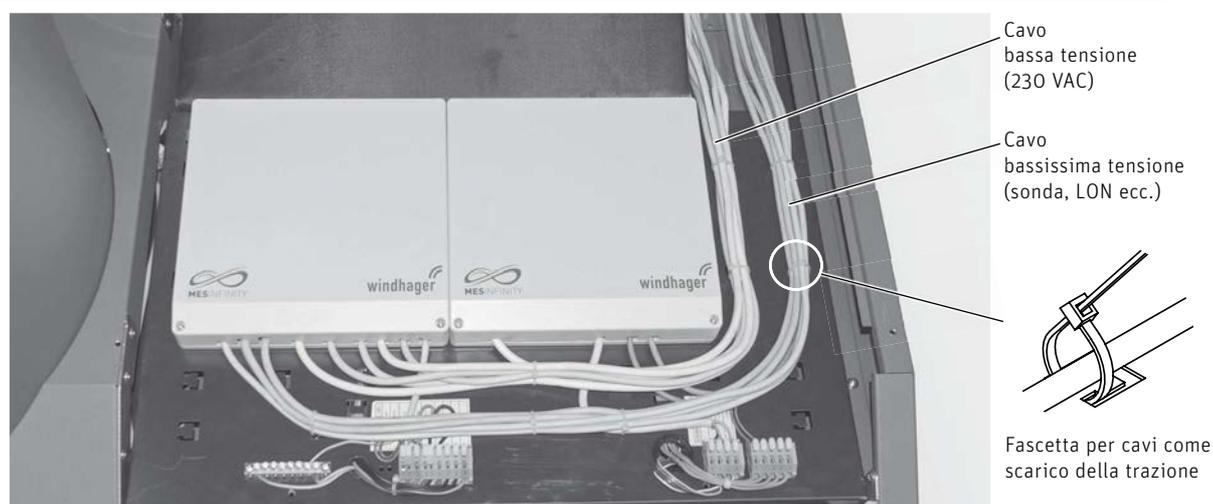

Fig. 99 Cablaggio BioWIN 2 Touch con regolazione nel quadro di comando della caldaia
- Realizzare tutti i collegamenti elettrici secondo il punto 6 e in base ai manuali dei rispettivi moduli funzionali. Passare i cavi in basso nell'alloggiamento del modulo funzionale. All'interno dell'alloggiamento i cavi non vanno fissati con scarico della trazione, bensì i fasci di cavi vanno fermati insieme con una fascetta per cavi come scarico della trazione – Fig. 99.
Fare attenzione a posare separati il cavo a bassissima tensione (0–12 VDC) e il cavo a bassa tensione (230 VAC)! – Fig. 99.